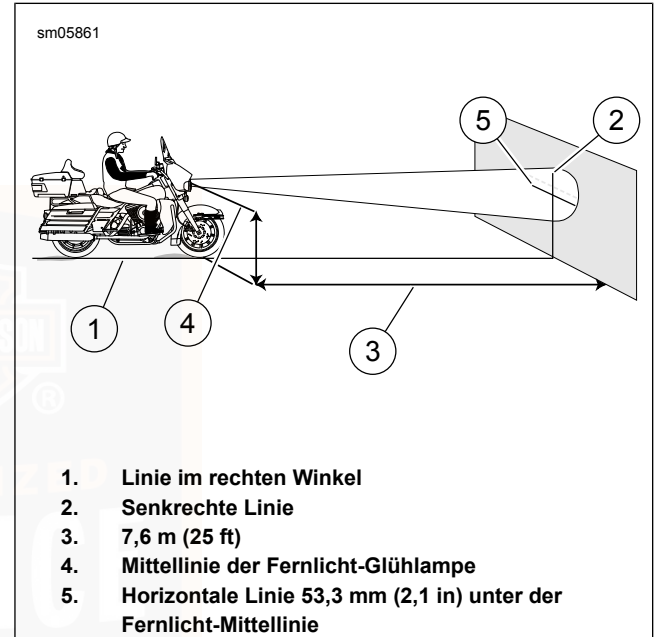

Abbildung 90. Scheinwerferausrichtung: Typ Quarz-Halogen
4. Siehe Abbildung 90. Das Motorrad auf einer Linie (1) im rechten Winkel zur Wand parken.
6. Eine senkrechte, auf Linie (1) ausgerichtete Mittellinie (2) an der Wand anzeichnen.
7. Bei beladenem Motorrad das Vorderrad gerade nach vorne auf die Wand ausrichten. Den Abstand (4) vom Boden zur Mittellinie der Glühlampe messen:
8. Durch die vertikale Linie eine horizontale Linie (5) ziehen.
- a. **Quarz-Halogen:** Siehe Abbildung 90. 53,3 mm (2.1 in) niedriger als die gemessene Entfernung.
- c. **LED, rahmenmontierte Verkleidung:** Siehe Abbildung 90. 53,3 mm (2.1 in) niedriger als die gemessene Entfernung.
- Quarz-Halogen:** Siehe Abbildung 90 . Mit dem Scheinwerfer auf **Fernlicht** geschaltet ist der Brennpunkt des Leuchtmittels auf der Markierung zentriert.